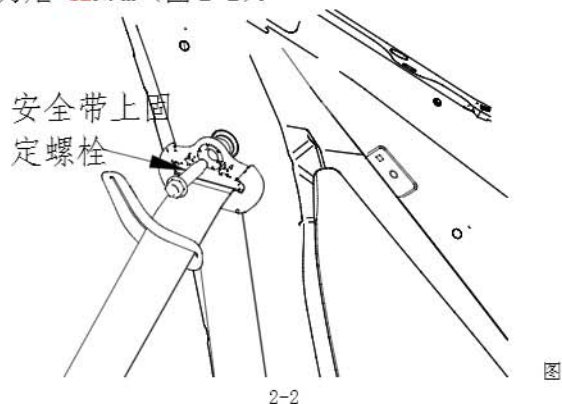

图 2-2
5、然后拆卸安全带上固定螺栓。螺栓拧紧力矩 $42\text{N}\cdot\text{m}$ （图 2-2）。